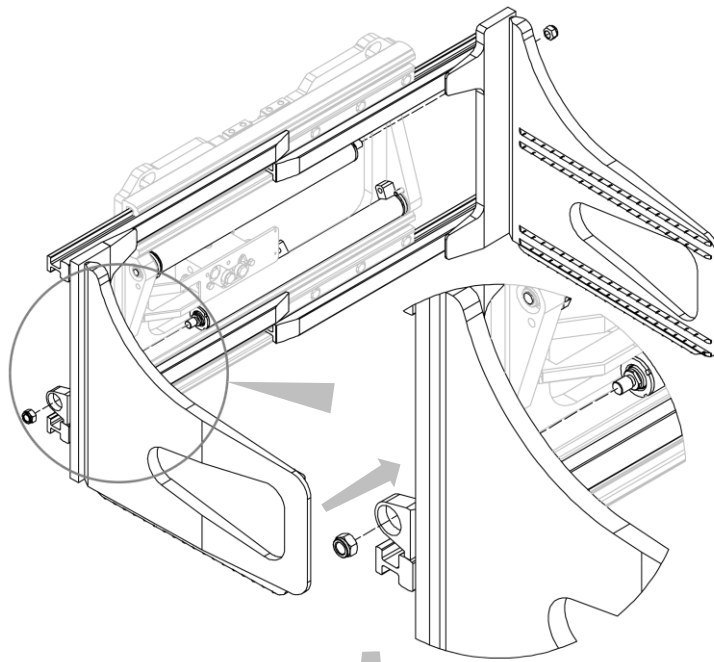
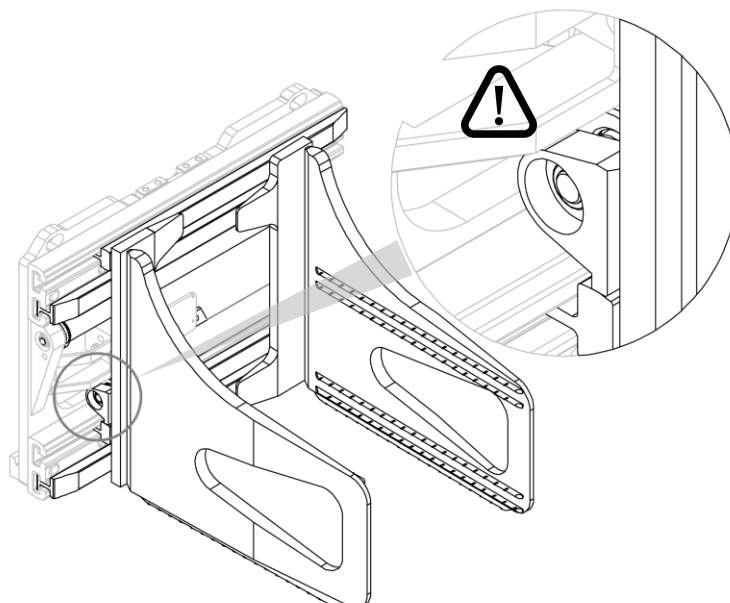

Abbildung 13
Abbildung 14
4. Schieben Sie die Gabelzinken mit den Spannbacken in ihre Aufnahmen und verschrauben Sie sie mit den Muttern an die Zylinder (siehe *Abbildung 13* und *Abbildung 14*).